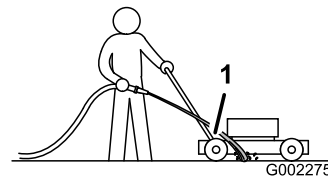

Figure 38
3. Tenez le tuyau d'arrosage à hauteur du guidon et dirigez le jet d'eau vers le sol, juste devant la roue arrière **droite** (Figure 38).